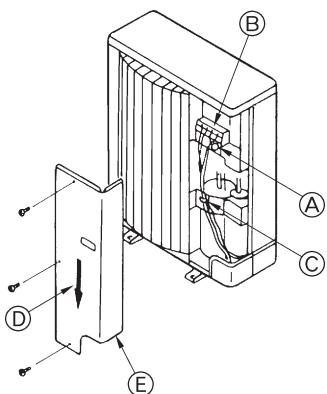

Fig. 6-2
6.2. Kabelføring til udendørs enheden (Fig. 6-2)